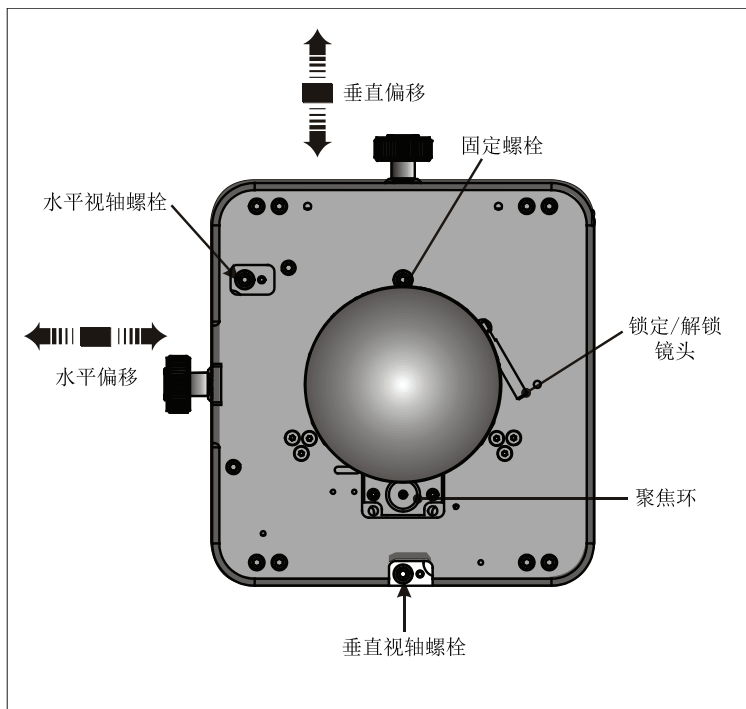

图 2-19 标准镜头座
- 使用框架测试图像，根据需要调整水平和垂直偏移，以最小的数字电影放映机瞄准误差在屏幕上显示一个正方形影像。(图 2-19) 注：1) 为了获得最佳光学效果，请在偏轴安装中更多使用偏移而不是通过瞄准让影像居中，以最大程度地减少梯形失真误差。2) 避免过度倾斜或偏移。如果在白色测试图像中出现四角边缘模糊现象，则表示偏移过度，应使用机械校正，避免出现这种情况。